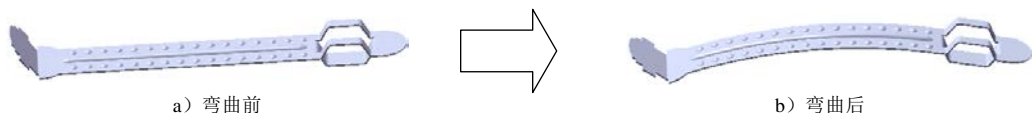

图 15.3.47 弯曲 1
Step12. 创建图 15.3.47 所示的零件基础特征——弯曲 1。
(1) 选择命令。选择下拉菜单 **插入(I)** → **特征(F)** → **弯曲(B)...** 命令。
(2) 选取弯曲实体及类型。选取整个模型作为弯曲实体，在 **弯曲输入(E)** 区域选中 **折弯(B)** 单选项。
(3) 定义弯曲参数，在 **弯曲输入(E)** 区域选中 ☒ **粗硬边线(H)** 复选框，在  文本框中输入角度 -30.0。
(4) 定义剪裁基准面。在 **剪裁基准面 1** 区域的  文本框中输入基准面 1 的剪裁距离值 12.5，在 **剪裁基准面 2** 区域的  文本框中输入基准面 2 的剪裁距离值 4.5。
(5) 单击  按钮，完成弯曲 1 的创作。